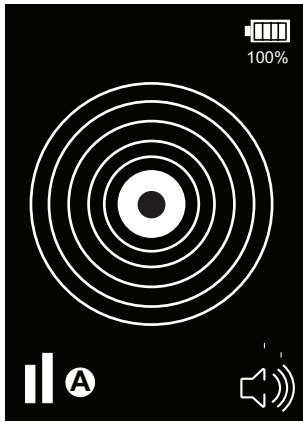

Bild 7: Larmindikeringssdisplay
5. Om köldmedel detekteras ökar ljudet i frekvens och tonhöjd och displayen visar koncentriska ringar som ökar utåt från centrum i takt med att koncentrationen av köldmedel ökar (se bild 7).